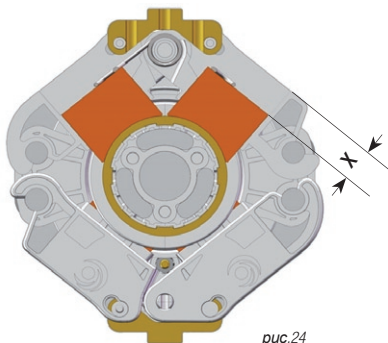

рис.24
- Проверьте износ щетки: замените, если $X \geq 20$ мм (рис.24)